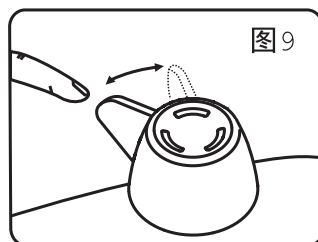

图9
5、放置好限压放气阀，并确认限压放气阀已处于密封的位置。(见图9)